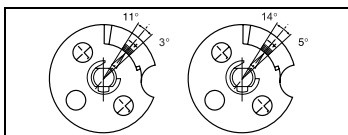

Abb. 2: Montieren, Einstellen des Schaltwinkels
- Bohrung für Sicherungsstift 3 Ø, 12 mm tief (Abb. 2).